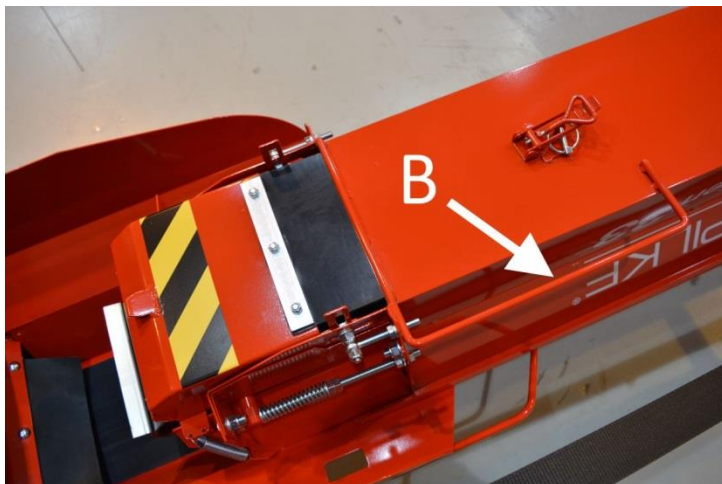
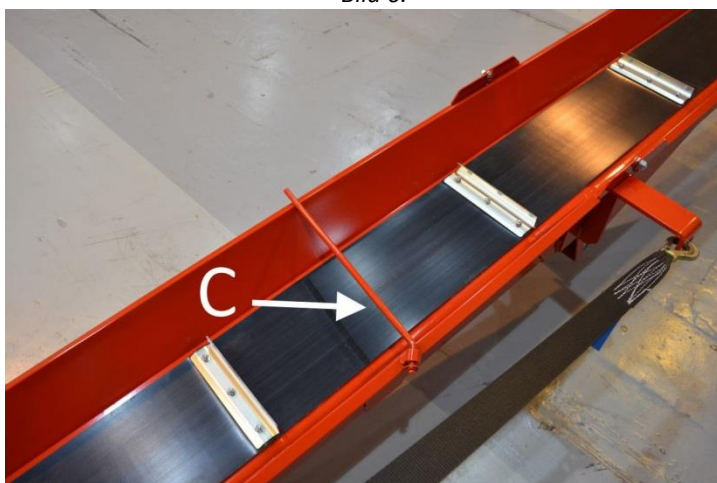

Bild 6.
Bild 7.
8. Vänd transportörens övre del till driftläge genom att använda handtag B på bild 6.
9. Vänd stödstång C för transportläget för utmatningstransportörens band på bild 7 åt sidan.
3. Vänd stödstång C på bild 7 ovanpå bandet och vänd därefter transportörens övre del ovanpå den nedre delen med hjälp av handtag B på bild 6.